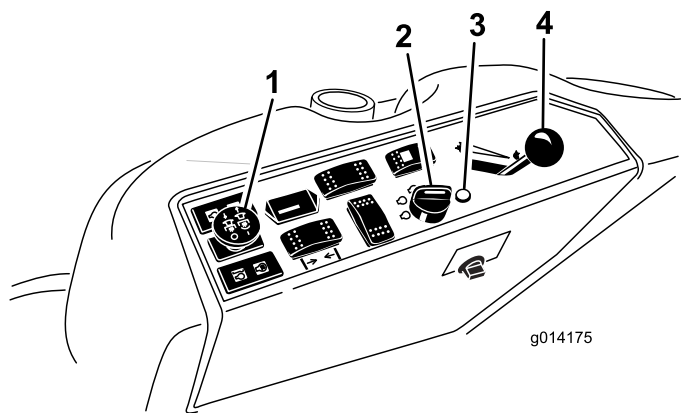

図 13
4. PTO スイッチをOFF 位置とする(図 13)。
- スロットルレバーを Fast と Slow の中間にセットする (図 13)。